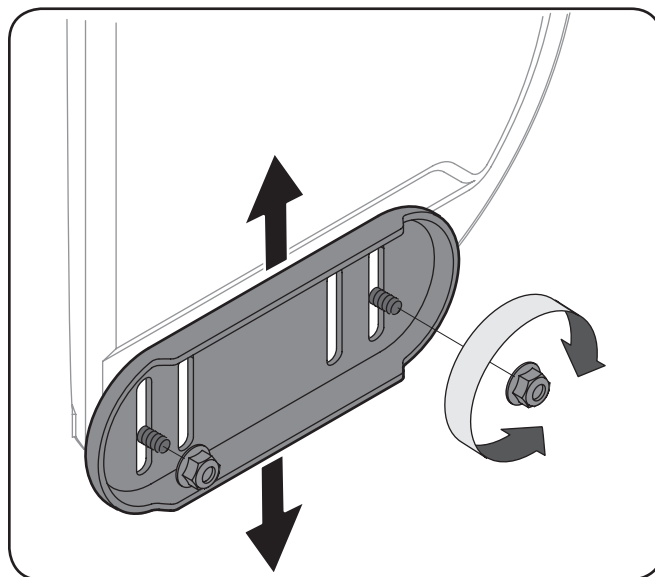

Figura 3-12
1. Afloje las cuatros tuercas hexagonales (dos en cada lado) y los pernos del carro. Mueva las zapatras antideslizantes a la posición deseada. Vea la Figura 3-12.